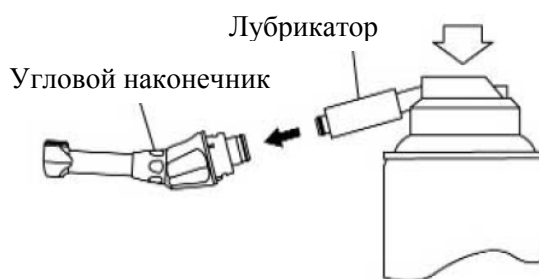

Рисунок 31
- б) вставьте лубрикатор в угловой наконечник (см. Рисунок 31);